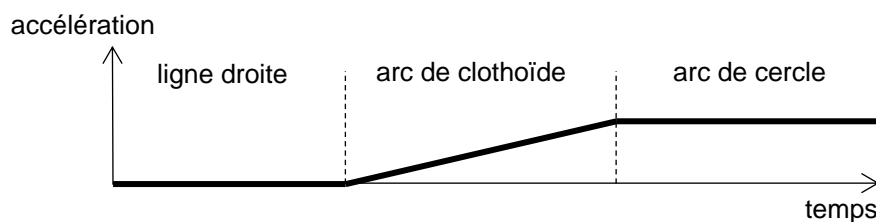

Figure 2. Évolution de l'accélération sur un raccordement routier
**Q.1.** Déterminer la valeur de l'accélération du véhicule sur la portion OP à partir de la figure 2 et caractériser le mouvement du véhicule.